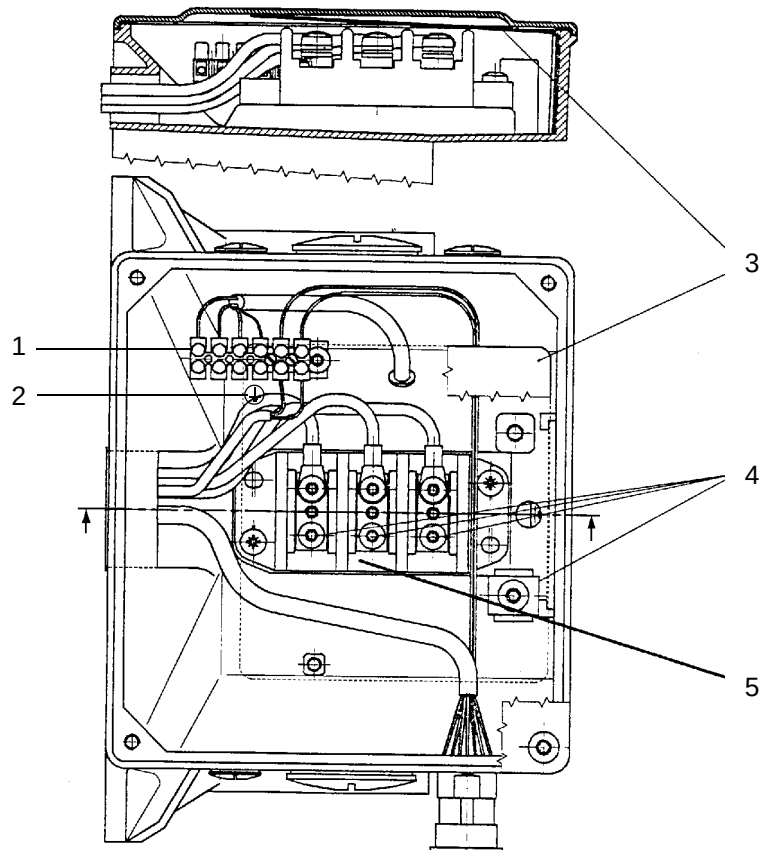

Fig. 5 Elektrisk anslutning
Risk för elektrisk stöt! ¡La lámina aislante en la caja de bornes Fig. 5 sirve para evitar descargas eléctricas a la tapa, por lo que no debe retirarse!
- Skruva av locket till uttagslådan och lossa motorledningarna liksom ledningarna till temperatursensorerna från kontaktraden (Fig. 5).